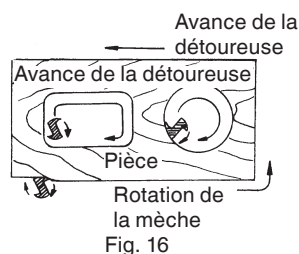

Fig. 16
- (2) Le couteau tourne dans le sens des aiguilles d'une montre (direction de la flèche sur la base). Pour obtenir le maximum d'efficacité au découpage, alimenter la mortaiseuse en sue conformant aux directions d'alimentation montré dans la Fig. 16.